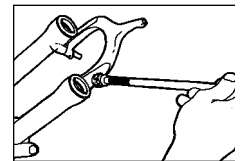

Fig. 6
7. Geben Sie Judy-Butter auf die Oberfläche der oberen Buchsen, und füllen Sie die Tasche zwischen den Lippen der Resi-Wischerdichtung vollständig. Verwenden Sie eine Steckschlüsselverlängerung, die mit einem Tuch umwickelt ist, um Judy-Butter auf die Innenseite der unteren Rohre aufzutragen (siehe Abb. 6).